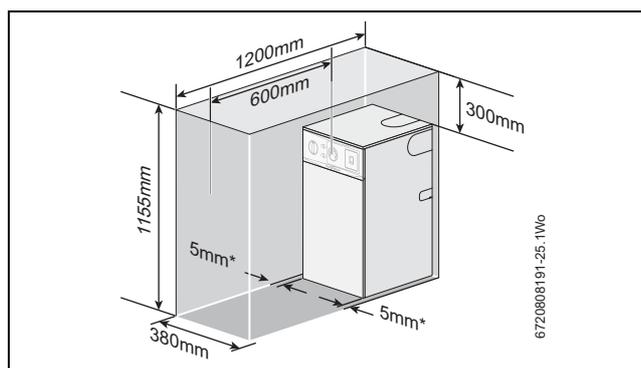

Fig. 19 Dégagements pour la maintenance
- La fig. 19 montre l'espace minimal recommandé pour pouvoir exécuter les travaux de maintenance sur l'appareil.